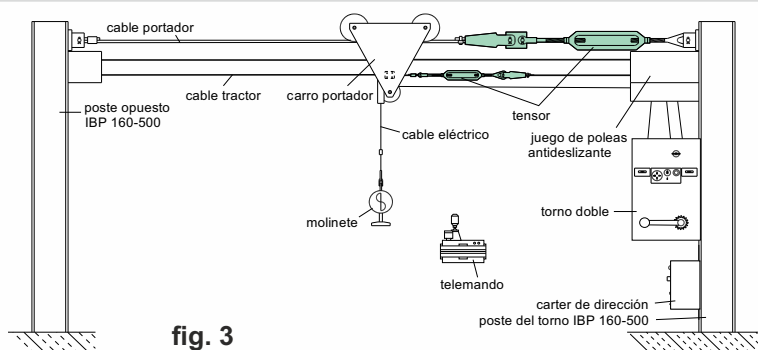
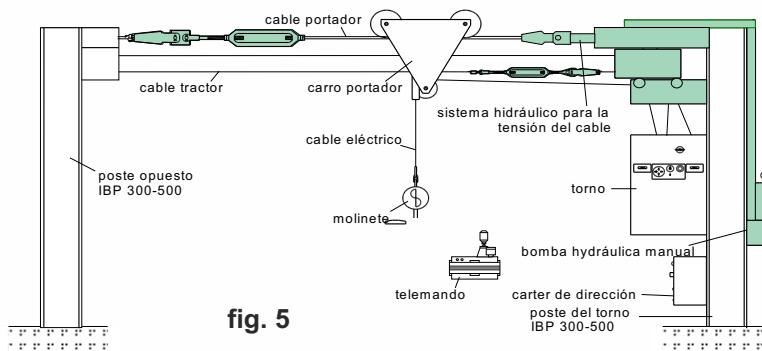

fig. 3
fig. 5
- **Modelo SKA-S:** instalación de cable fija con sistema de tensores para la tensión del (fig. 5) cable portador y del cable tractor (fig. 3)
- **Modelo SKA-H:** instalación de cable fija con sistema hidráulico para la tensión del cable portador y sistema de tensores para la tensión del cable tractor (fig. 5)